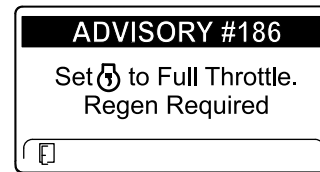

Figura 42
**Nota:** Si la temperatura del sistema de escape del motor es demasiado baja, el InfoCenter muestra el AVISO N° 186 (Figura 42) para indicarle que debe hacer funcionar el motor a velocidad máxima (ralentí alto).